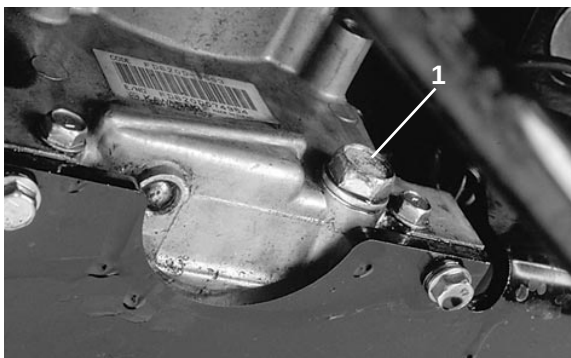

Fig. 21
2. Sett en beholder under dreneringspluggen (fig. 21).